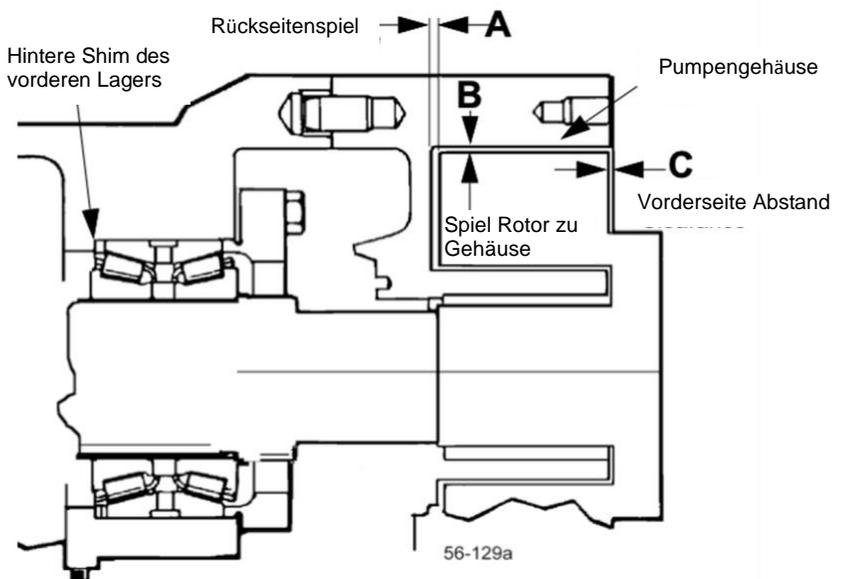

Abbildung 64 - Spielmessungen
- Messen Sie das Rotorrückseitenspiel (Abbildung 64, Pos. A), mit einer Fühllehre durch den Anschluss oder von vorne
- Messen Sie das Rotorvorderseitenspiel (Abbildung 64, Pos. C).
- Messen Sie das Spiel zwischen Rotor und Gehäuse (Abbildung 64, Pos. B).